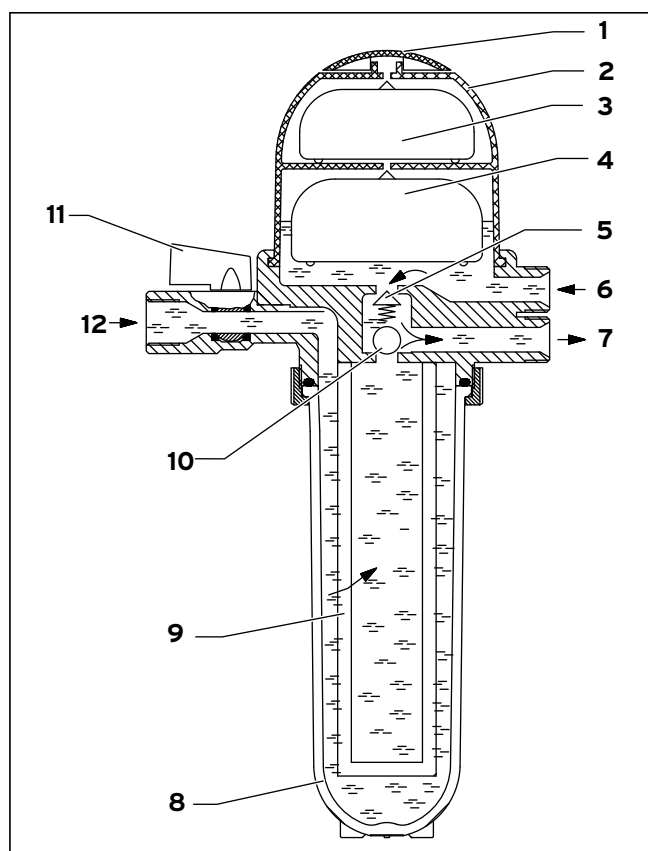

Fig. 3.1 Opbygning automatisk fyringsolieudlufter med integreret filter
- Fjern hættten (1) (se Fig. 3.1) på fyringsolieudlufteren (f. eks. med en skruetrækker).
- Sæt udluftningsanordningens tilslutningsnippel ind i åbningen på udluftningskappen (2) (se Fig. 3.1).